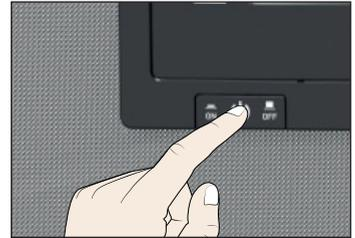

Fig. 15 Encender el equipo
2. Encienda el equipo; para ello, presione el interruptor principal que hay en la parte delantera (Fig. 15).